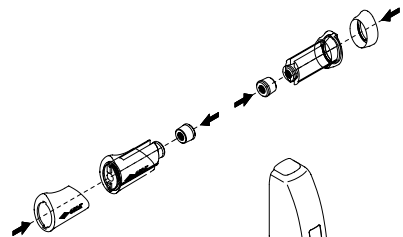
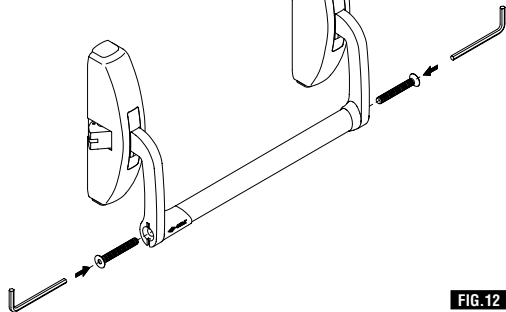

FIG. 11
FIG. 12
- 10) Introdurre alle due estremità della barra i tappi di raccordo ed i manicotti ad espansione con le relative bussole filettate inserite con una leggera forzatura (fig. 11).
- 11) Montare la barra fra le due leve, verificare che i due tappi di raccordo siano bene a contatto con le rispettive staffe avvitare con forza le viti da M5 x 70 sui fori delle staffe con una chiave esagonale da 5 mm per bloccare la barra (fig. 12).
- 10) Put the connection plugs and the expanding sleeve collars with the threaded bushes on the two ends of the bar using minimal force (Fig. 11).
- 11) Mount the bar between the two levers, check that the two connection plugs are fitting snugly with their respective casings, screw in well the M5 x 70 screws into the holes of the casings with a 5 mm Allen key to block the bar (Fig. 12).
- 10) Introduire aux deux extrémités de la barre les bouchons de raccordo et les manchons à expansion avec les douilles filettées correspondantes introduites en forçant légèrement (fig. 11).
- 11) Monter la barre entre les deux leviers, vérifier que les deux bouchons de raccordo sont bien a contact des brides respectives, visser à fond les vis M5 x 70 sur les trous des brides avec une clé hexagonale de 5 mm pour bloquer la barre (fig. 12).
- 10) Introduzca en las dos extremidades de la barra las tapas de unión y los manguitos de expansión con los correspondientes casquillos roscados, que se deben insertar con un leve forzamiento (Fig. 11).
- 11) Coloque la barra entre las dos palancas; verifique que las dos tapas de unión estén en contacto correctamente con las respectivas abrazaderas. Enrosque con fuerza los tornillos M5 x 70 en los orificios de las abrazaderas, con una llave hexagonal de 5 mm, para bloquear la barra (Fig. 12).
- 10) De twee aansluitdoppen aan de uiteinden van de duwstang en de expansiemoeren met de betreffende schroefbussen aanbrengen (afb. 11), door ze volledig in te schuiven.
- 10) An den beiden Stangen-Enden die Verbindungsdeckel und die Spannhülsen mit entsprechenden Gewindehülsen mit leichtem Druck einsetzen (Abb. 11).
- 11) Die Stange zwischen den beiden Hebeln einsetzen, dabei kontrollieren, ob die beiden Verbindungsdeckel einwandfrei in den entsprechenden Bügel (Abb. 11) sitzen, dann die Schrauben M5x70 mit einem 5-mm-Sechskantschlüssel auf den Bohrungen der Bügel fest anziehen, um die Stange zu blockieren (Abb. 12).